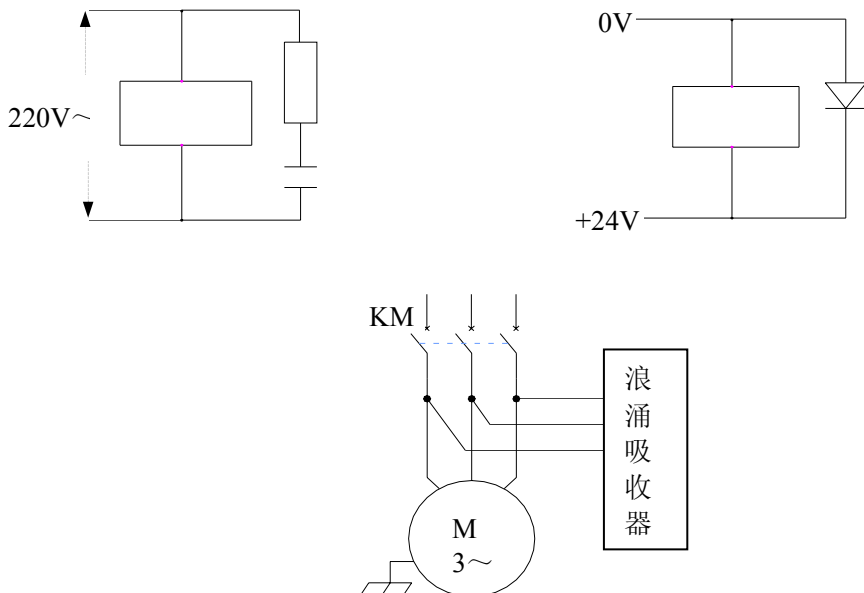

图 1-4
- 3、抑制干扰：在交流线圈两端并联 RC 回路(如图 1-2)，RC 回路安装时要尽可能靠近感性负载；在直流线圈的两端反向并联续流二极管（如图 1-3）；在交流电机的绕组端并接浪涌吸收器（如图 1-4）。